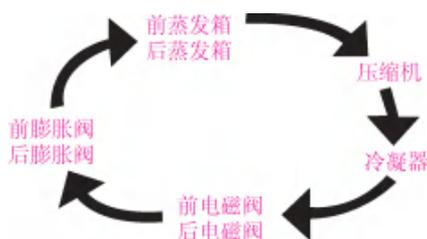

图 4-7-1 宝马 745Li 制冷剂流向图
1) 知识点解析：该车是前后独立空调，该车空调系统的结构及制冷剂走向如图 4-7-1 所示。